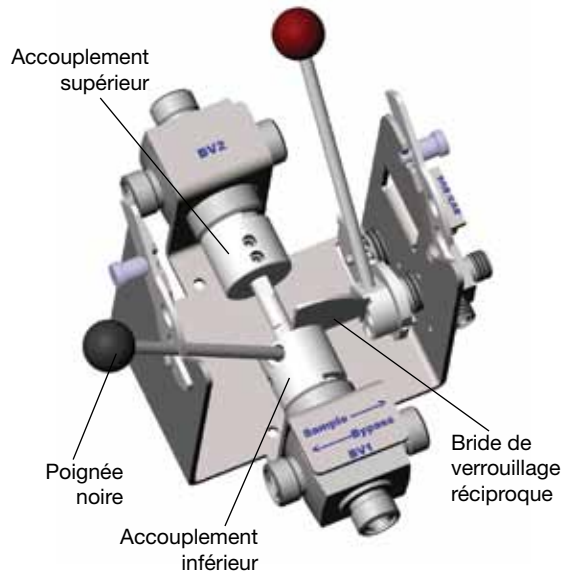

Fig. 1
1. Mettez le MBR en mode dérivation en déplaçant la poignée noire (BV1/BV2) vers la gauche. Fig. 1.
4. Configurations 3 et 4 : ouvrez la vanne de purge (PV).
6. Assurez-vous que le MBR est dépressurisé en vérifiant la pression indiquée par le manomètre (PI).
1. Tournez la poignée noire sur la gauche pour mettre le système en mode dérivation. Fig. 1.